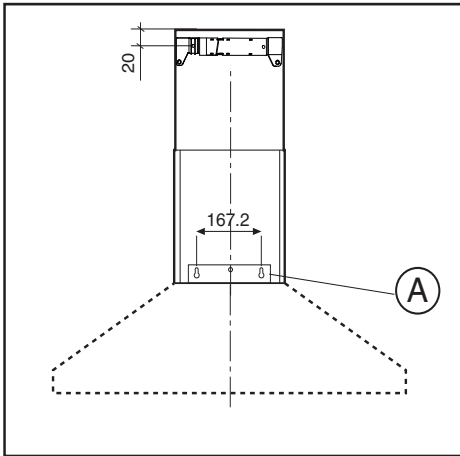
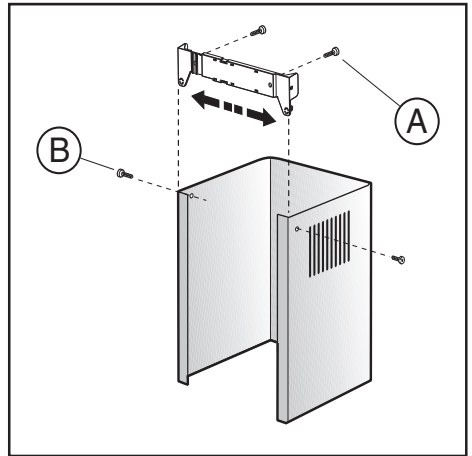
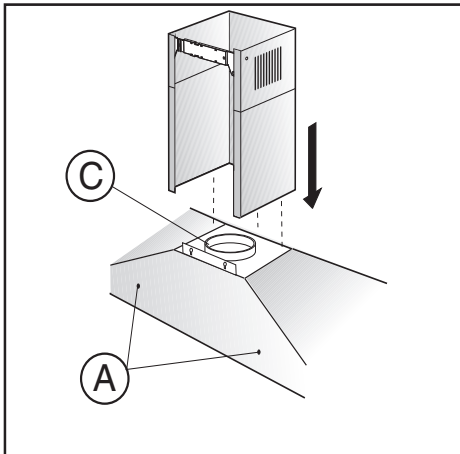

Fig.2
Fig.3
Fig.4
Exécuter les trous **A** en respectant les cotes indiquées (Fig. 2). Fixer l'appareil au mur et l'aligner dans la position horizontale avec les éléments suspendus. Cette opération terminée, fixer la hotte définitivement au moyen des 2 vis **A** (Fig. 4). En cas de différents montages utiliser des vis et des goujons à expansion adéquats au type de mur (par exemple béton armé, plâtrière, etc.). Au cas où les vis et les goujons seraient fournis avec l'appareil, s'assurer qu'ils sont adéquats au type de paroi, où sera fixée la hotte.
Prévoir l'alimentation électrique à l'intérieur de l'encombrement du raccord de décoration. Si votre appareil doit être installé dans le modèle aspirant ou doté d'un moteur externe, prévoir le trou de l'évacuation de l'air. Régler d'abord la largeur de la bride de support du raccord supérieur (Fig.3), ensuite la fixer au plafond, de manière à ce qu'elle soit sur l'axe de votre hotte au moyen des vis **A** (Fig.3), tout en respectant la distance depuis le plafond indiquée à la Fig.2. Raccorder la bride **C** au trou d'évacuation de l'air au moyen d'un tube de raccordement (Fig.4).
• Retirer le raccord supérieur jusqu'à la bride et le fixer au moyen des vis **B** (Fig.3). Si on veut transformer la hotte du modèle aspirant au modèle filtrant, demander à votre revendeur les filtres au charbon actif et suivre les instructions de montage.